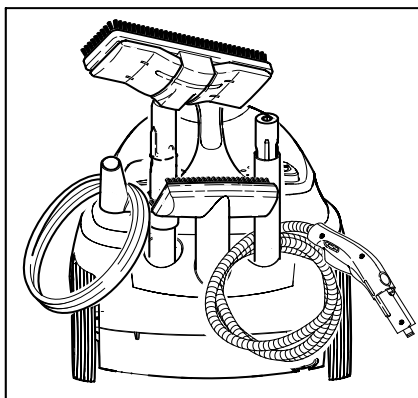

Ilustración 8
- Meta las boquillas para limpieza manual (E1) en los depósitos grandes para accesorios (ver ilustración 8).